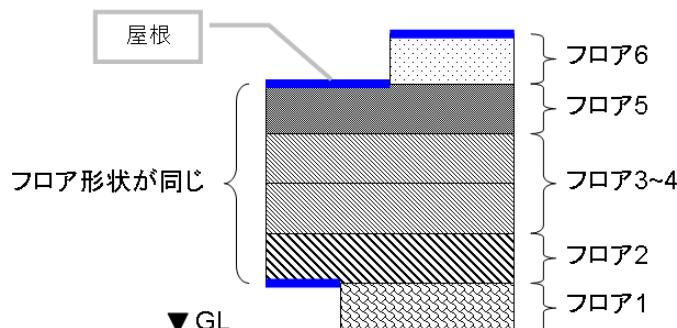

図 1.3.1-1 フロアの入力事例(断面)
フロア形状及び階高が異なる全フロアの入力を行います。同じフロア形状の場合は、基準階として 1 フロアのみ入力します。但し、屋上階やピロティ階など屋外に接する屋根や床などが他の階と異なる場合は別途フロア入力が必要です。図 1.3.1-1 の場合はフロア 2～5 の形状は同じですが、屋根やピロティ床があり、他の階と異なるフロア 2 とフロア 5 については別に入力が必要となります。
## (2) 建物形状・階数の入力(図 1.3.1-2、1.3.1-3)